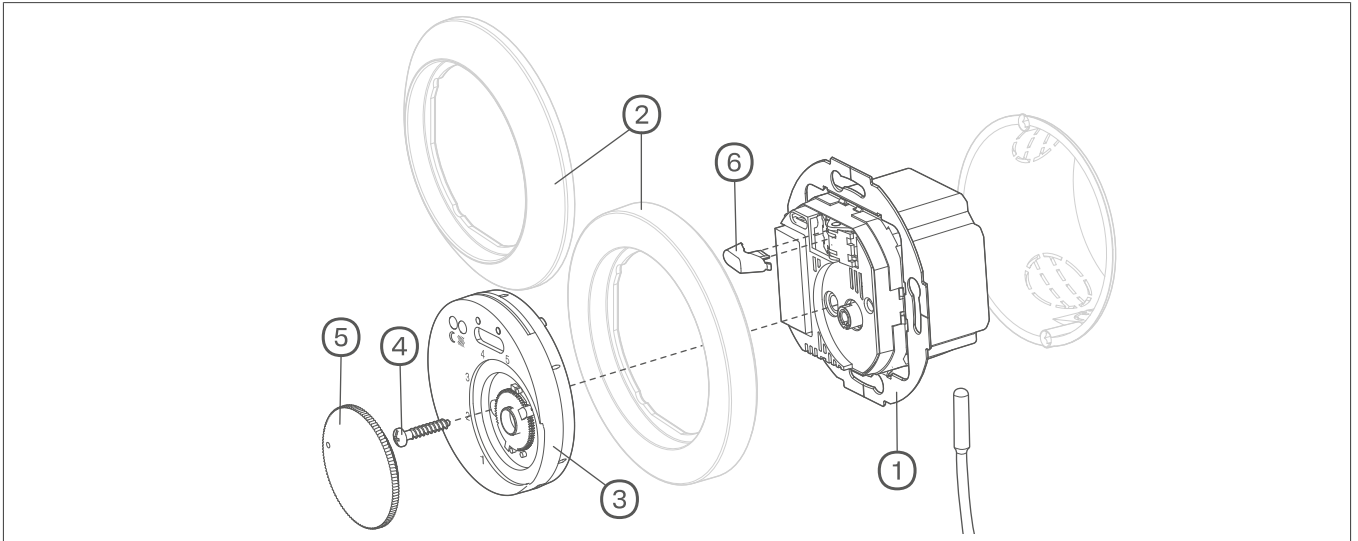

Bild 1: Geräteaufbau
- 2 Wippe (6) in den oberen Aufnahmeschlitz des Ein-/Ausschalters (9) stecken (Bild 1).
- 3 Zentralstück (3) über den Rahmen (2) lagerichtig aufsetzen und mit Befestigungsschraube (4) fixieren.
- 4 Regulierknopf (5) aufstecken.